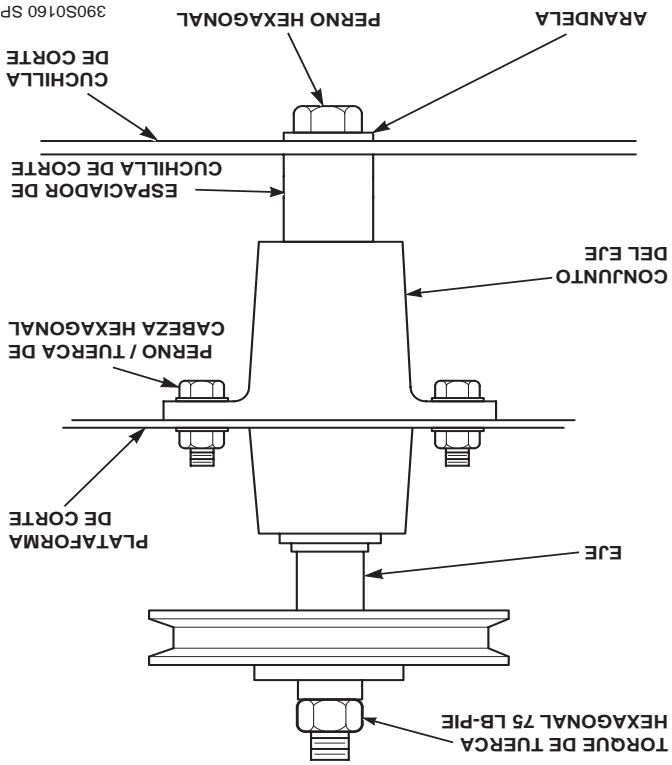

Figura 7-8 Reemplazo de la cuchilla
6. Instale la tuerca hexagonal en el perno de la cuchilla en la parte superior del eje de corte. Evite el giro de las cuchillas con un apriete de 75 lbs-pie. (Vea la Figura 7-8).
3. Asegure las cuchillas de corte para evitar que giren, (Use la herramienta opcional Blade Buddy, N/P 9212, para ayudarlo a asegurar las cuchillas de corte) y quite la tuerca del perno de fijación de la cuchilla. Quite la cuchilla de corte, el perno y el espaciador del eje. (Figura 7-8).